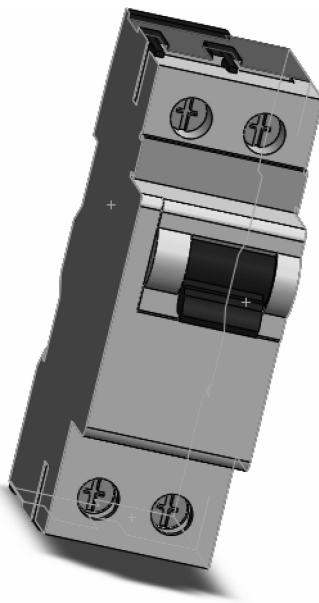

图 12-18 定义面
**步骤2 定义面** 使用电气零件向导定义面，如图 12-18 所示。